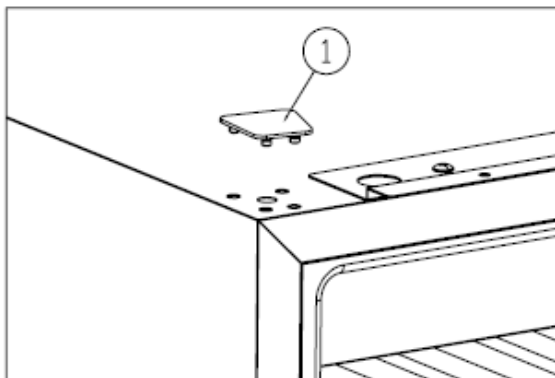

Figura 3
- ✧ Retire la tapa germinal ① (figura 3).